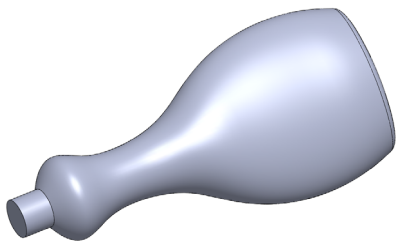

图 8-52 重定义零件特征效果
(4) 单击【确定】按钮, 即可重定义零件特征, 如图 8-52 所示。